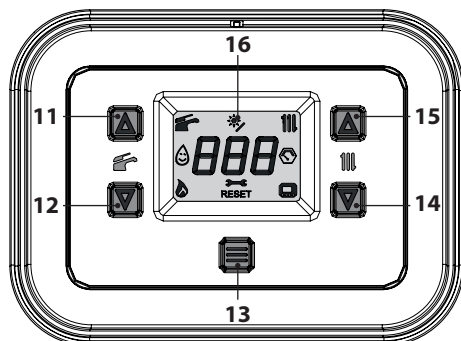
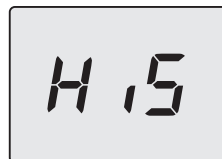
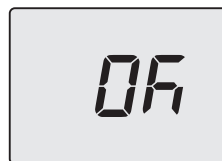

Figura 9.1
Figura 9.2
Figura 9.6
- Entrare in "modalità programmazione" premendo contemporaneamente per 5 secondi i tasti 12 e 14 (Figura 9.1) fino a far apparire sul display LCD le lettere **HiS** che indicano il menu "Storico delle caldaia" (Figura 9.2).
- Premendo il tasto 13 (Figura 9.1) si ottiene la conferma del valore inserito. Il display visualizzerà per 5 sec. quanto segue (Figura 9.6) poi, si porterà al livello superiore.
- tenere premuti contemporaneamente i tasti 12 e 14 per 5 sec. (Figura 9.1) (ritorno al livello precedente).